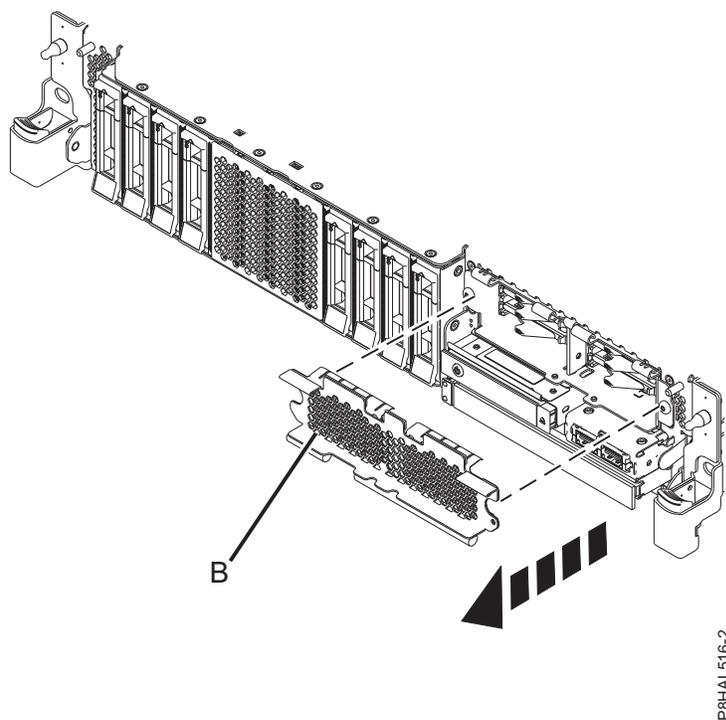

図 76. 拡張機能 システム内の SSD スロットにアクセスするための SSD ケージ・カバーの取り外し
13. SSD スロットにアクセスするために、図 76 に示すように SSD ケージを覆っている穴開きプレート (B) を取り外します。